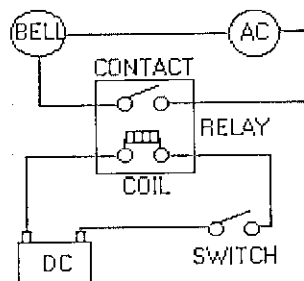

Figura 2.1: Ejemplo de circuito con Relé
En la figura se encuentran dos circuitos separados. La parte inferior de la figura 2.1 indica el circuito con corriente continua (DC), Y en la parte superior indica el circuito con corriente alterna (AC).
En la tabla 2.1 se indica el resto de símbolos que se utiliza para realizar el diagrama ladder del ejemplo de la figura 2.1.
Tabla 2.1: Instrucciones utilizadas en el ejemplo de la figura 2.1.